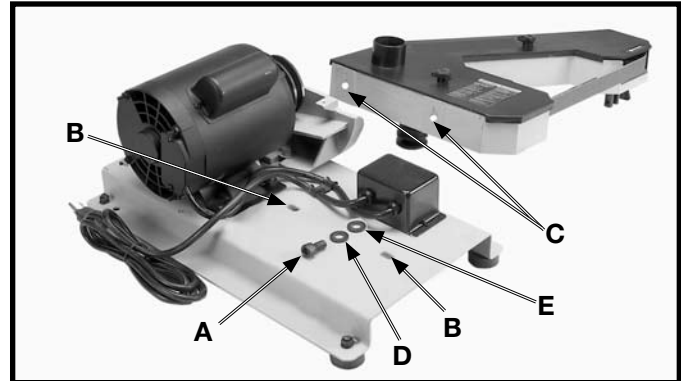
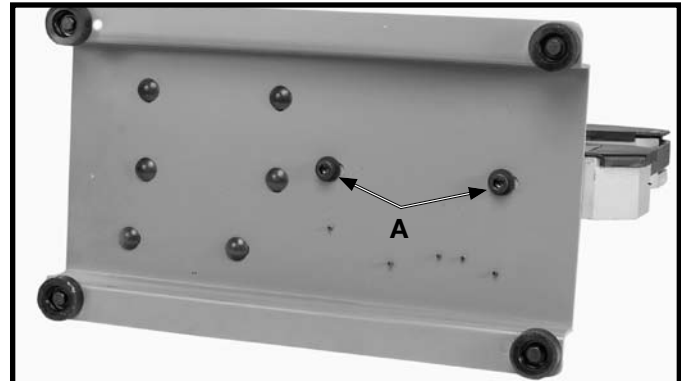

Fig. 1
Fig. 2
1. Enfiler une rondelle de blocage de 10 mm (D) fig. 1, et une rondelle plate de 10 mm (E) sur une vis à tête cylindrique à 6 pans creux M10 x 1,5 x 20 mm (A) puis insérer, vers le haut, la vis dans le trou (B) dans la base. **À CETTE ÉTAPE, NE PAS SERRER COMPLÈTEMENT LES DEUX VIS (A), FIG. 2.** Visser la vis dans le trou taraudé (C) dans la partie inférieure de la ponceuse à courroie. Répéter le procédé pour l'autre trou.
2. La fig. 2 illustre les deux vis (A) insérées dans les deux trous de la partie inférieure de la base.
4. Serrer alors les deux vis à tête cylindrique à 6 pans creux M10 x 1,5 x 20 mm (A) fig. 2, qui fixent la ponceuse à courroie à la base.